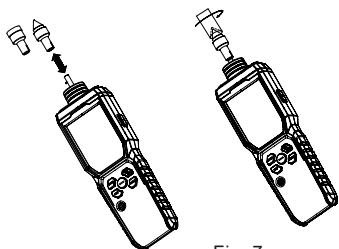

Fig. 7
3. Contacto --- Medición de RPM/Hz (Fig. 7)